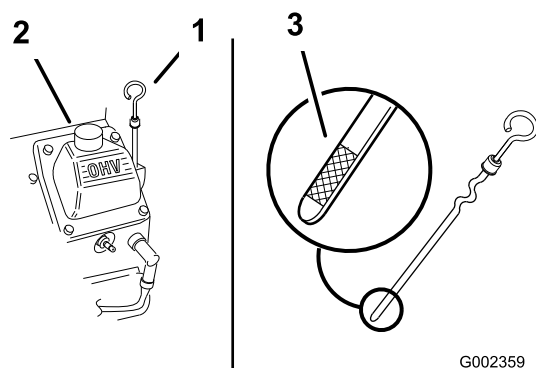

図 24
3. 給油口からゴミが入ってエンジンを傷つけないように、ディップスティック (図 24) の周囲をウェスできれいに拭く。
4. ディップスティック (図 24) を抜き取り、付いているオイルをウェスで拭きとる。
5. ディップスティックを補給管一杯に差し込む (図 24)。ただしネジ込まないこと。
6. 補給管 (図 24) から、必要量の 80% 程度のオイルをゆっくり入れる。